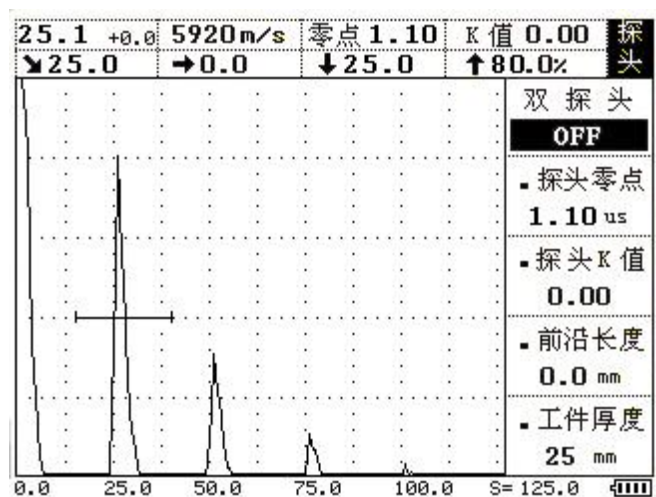

图 4-3
4、设置 a 闸门锁定第一个回波。按 **自动增益** 键让其最高回波达到屏幕的 80%。在屏幕的上面显示声程值，如垂直声程不等于 25mm，按 **探头** 菜单，再按 **▲**（上）或 **▼**（下）键调整到探头零点子菜单。再用 **▶**（右）键调整，直到使垂直声程等于 25mm。此时的探头零点即为校准后的零点。如图 4-3 所示。